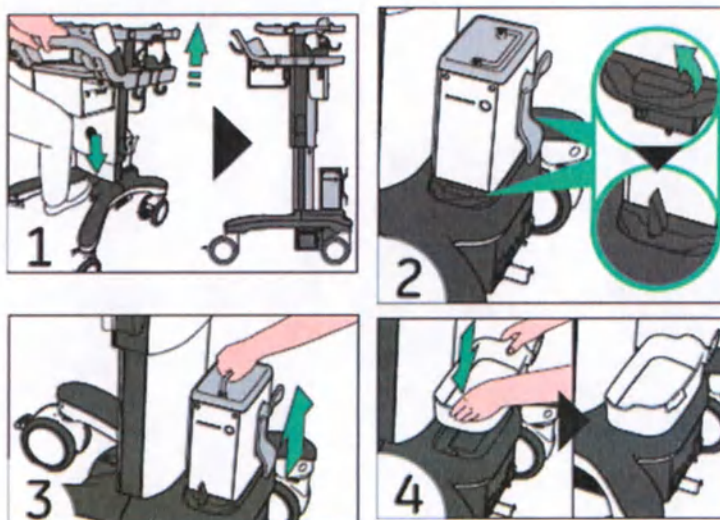

Рис. 3-33. Снятие блока резервного питания
1. Чтобы отрегулировать высоту тележки, возьмитесь за ручки обеими руками, нажмите ногой на педаль и установите нужную высоту. См. изображение 1 на Рис. 3-33.
2. Отожмите вверх 2 выступающие защелки. См. изображение 2 на Рис. 3-33.
3. С помощью складной ручки снимите блок резервного питания с тележки. См. изображение 3 на Рис. 3-33.
4. Обеими руками установите корзину сзади у основания тележки. См. изображение 4 на Рис. 3-33.